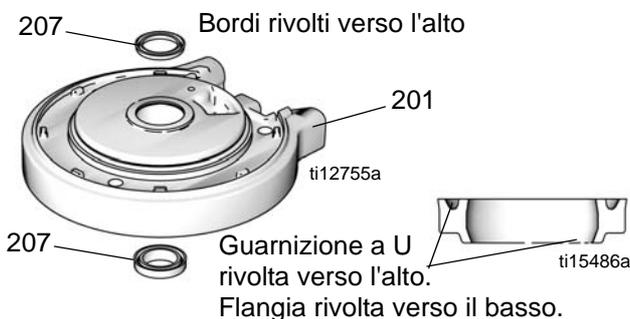
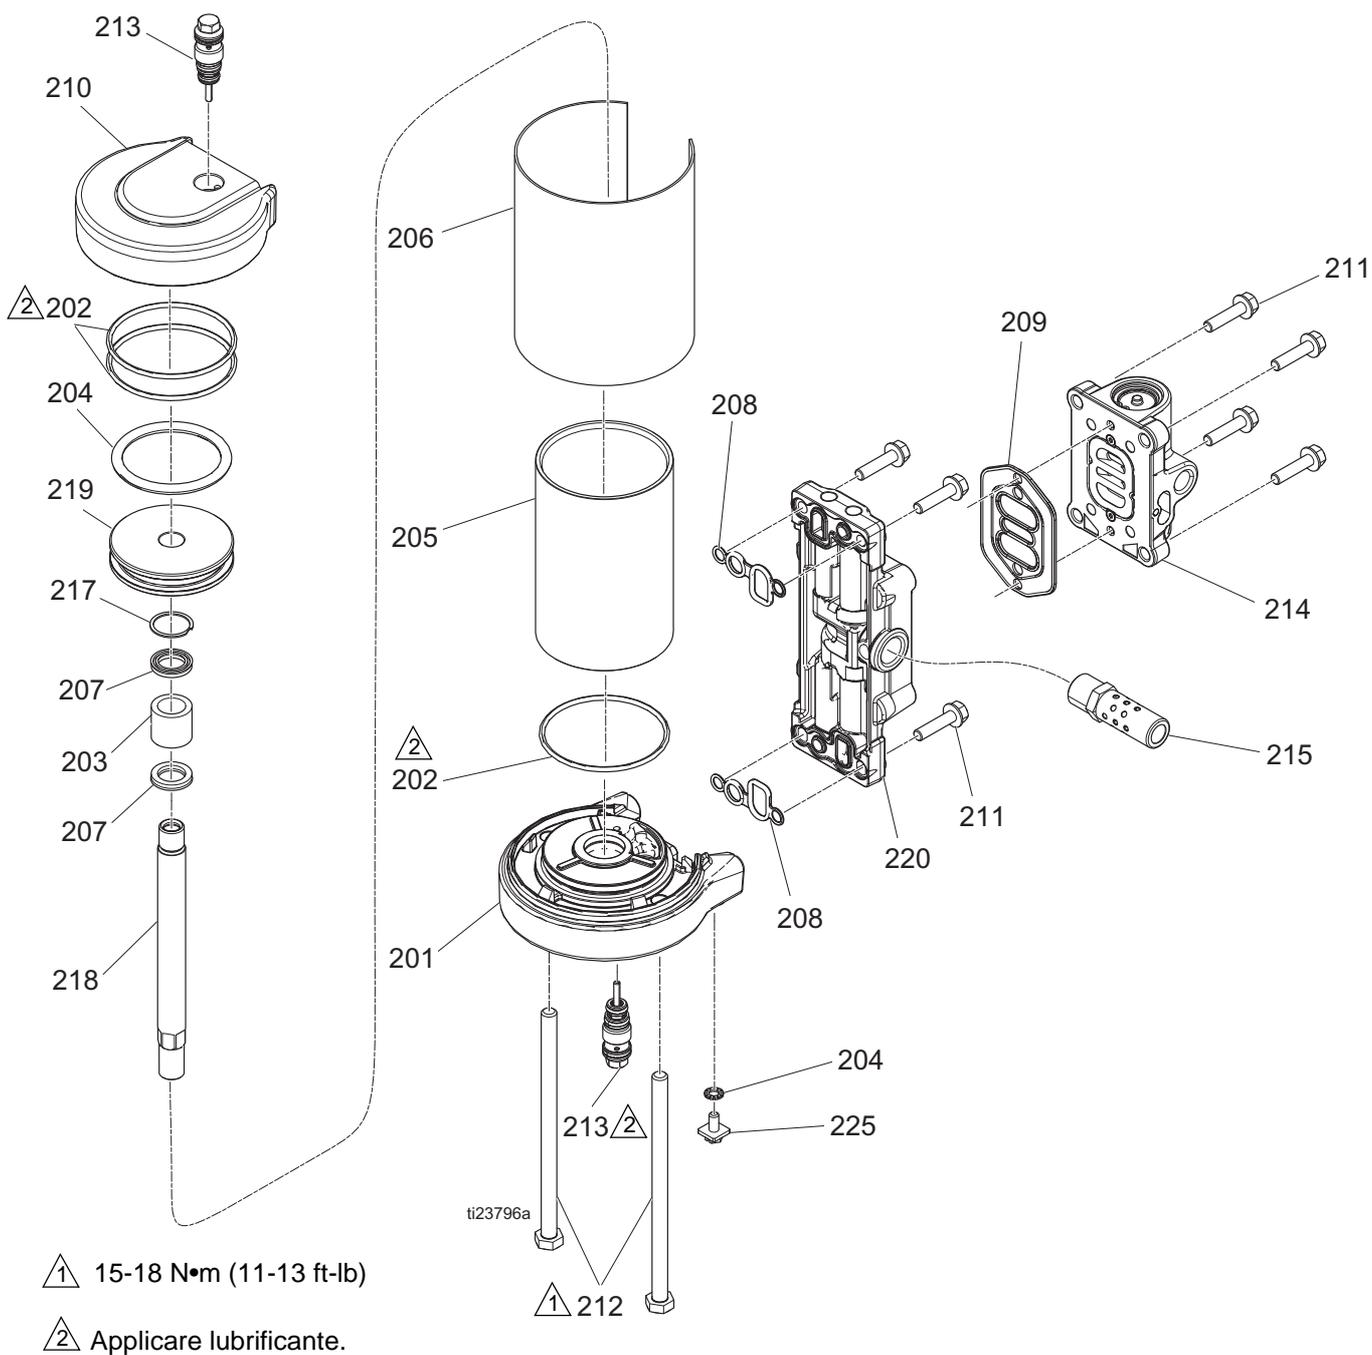

Fig. 9: Installazione della guarnizione a U del motore pneumatico
FIG. 13: Parti del motore pneumatico
2. Vedere FIG. 13, pagina 20. Utilizzare una chiave a tubo da 10 mm per rimuovere quattro viti (211). Rimuovere la valvola pneumatica (214) e la guarnizione (209).
4. Rimuovere quattro viti (211), quindi rimuovere il collettore (220) e due guarnizioni (208).
5. Utilizzare una chiave a tubo da 10 mm per rimuovere le valvole pilota (213) dal coperchio superiore e da quello inferiore.
6. Rimuovere i tiranti da 13 mm (B).
7. Rimuovere il coperchio superiore. Rimuovere l'o-ring (202).
8. Rimuovere lo schermo (206) dal cilindro (205). Rimuovere il cilindro.
9. Far scorrere il gruppo del pistone (219) per estrarlo dal coperchio inferiore.
10. Rimuovere l'o-ring (204) dal pistone.
11. Rimuovere le guarnizioni a U (207) e l'o-ring (217) dal coperchio inferiore.
1. Vedere FIG. 13, pagina 20. Lubrificare e installare l'o-ring (202) sul coperchio superiore (210).
2. Lubrificare la parte interna del cilindro (205). Abbassare il cilindro portandolo sul coperchio superiore (210).
3. Lubrificare e installare l'o-ring (204) sul pistone (219).
4. Far scorrere il gruppo del pistone (219) nel cilindro (205). Verificare che l'o-ring (202) rimanga in sede.
5. Installare lo schermo (206) intorno al cilindro (205) e nella scanalatura sul coperchio superiore (210).
6. Vedere FIG. 9. Lubrificare e installare una nuova guarnizione a U con flangia (207) nella parte inferiore del cuscinetto sul coperchio inferiore (201). La guarnizione a U deve essere rivolta verso l'alto mentre la flangia deve essere rivolta verso il basso. Lubrificare e installare la nuova guarnizione a U (207) nella parte superiore del cuscinetto. I bordi devono essere rivolti verso l'alto.